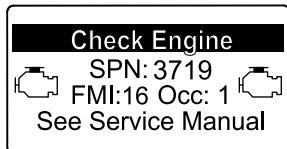

Figure 47
- Avertissement moteurSPN 3720, FMI 16 (Figure 47)